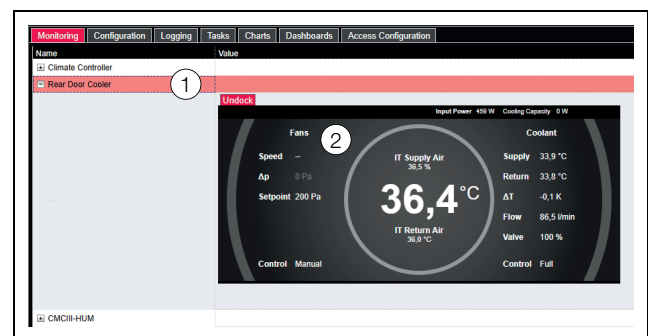

Abb. 107: Grafische Darstellung
Die Anzeige wechselt in die grafische Darstellung (Abb. 107) und alle Status und Drehzahlen der Lüfter, Temperaturwerte der Servereintritts- und -austritts-temperatur sowie die Regelmodi von Lüfter- und Kühlmediumsteuerung können auf einen Blick angesehen und durch Klicken auf die Grafik (Abb. 107, Pos 2) verändert werden.
Wenn nach Anwahl der Ebene „Rear Door Cooler“ die grafische Darstellung (Abb. 107) vorgewählt ist, schalten Sie folgendermaßen auf die Baumdarstellung um:
- Drücken Sie das in Graustufen dargestellte „Grafik“-Symbol hinter dem Eintrag „Rear Door Cooler“ (Abb. 107, Pos 1).